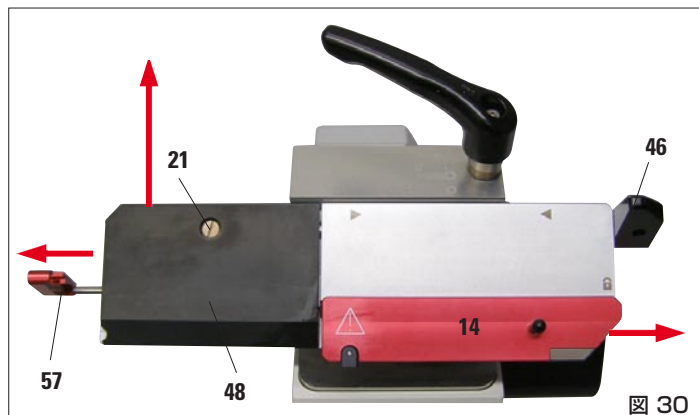

図 30
- ナイフガード (14) を右方向に押し、レバー (46) を押し上げてプレッシャープレート (48) のクランプを解放します。
- ここで替刃取付補助具 (57) を慎重に左に引き出します (図 30)。これでプレッシャープレート (48) を取り外すことができます (図 31)。